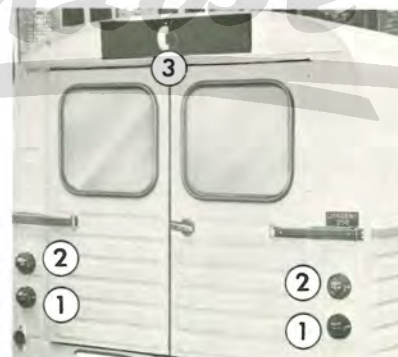

Abb. 37 – Rückleuchten
– *Leuchten, hinten* (Abb. 37):
– *Hinten* (Abb. 37):
Kennzeichenleuchte (Abb. 37):